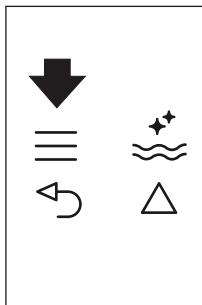
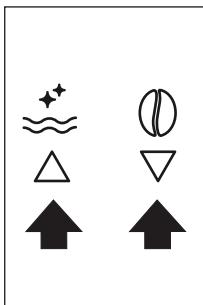

Fig. 22
Fig. 9
- Premere l'icona  (B2) per entrare nel menù (Fig. 22), premere le icone   (B7) e (B8) (Fig. 9) fino a selezionare il messaggio "PROGRAMM. CAFFÈ".